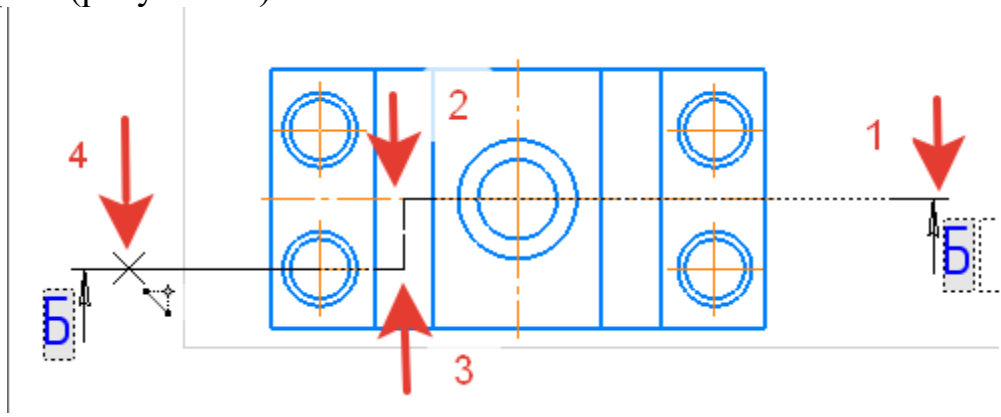

Рисунок 59.
22. **Разрез.** На инструментальной панели *Обозначения* -  *Линия разреза/сечения* –  *Линия сложного разреза*. По точкам 1-4 закрепить линию разреза (рисунок 59).